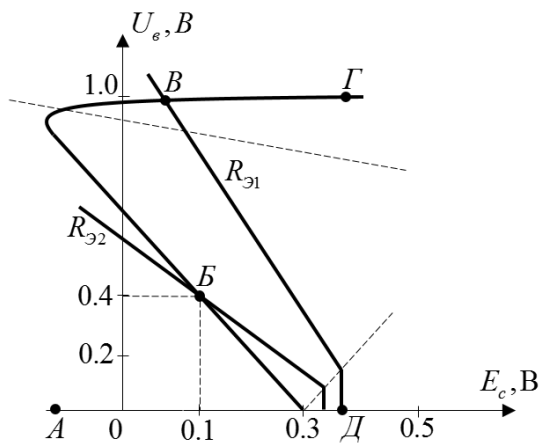

Рис.1.19
- 1.47.** АГ работает с внешним и безынерционным автосмещением. Что можно сказать об устойчивости стационарных режимов, отмеченных на рис.1.19 буквами А,Б,В,Г,Д? В каком соотношении сопротивления  $R_{\beta 1}, R_{\beta 2}$ , если  $E_H = const$ ? Как изменить  $E_H$  и  $R_{\beta}$ , чтобы реализовать стационарный режим Г?
- 1.50.** Для стационарного режима Б на рис.1.19 рассчитать  $E_H, U_k, P_I, I_{k0}$ , если  $k = 0.2$ ;  $R_{\beta 2} = 100$  Ом;  $R_{\beta} = 0$ ;  $h_{21\beta} = 50$ ;  $S = 0.1$  А/В;  $E' = 0.3$  В.